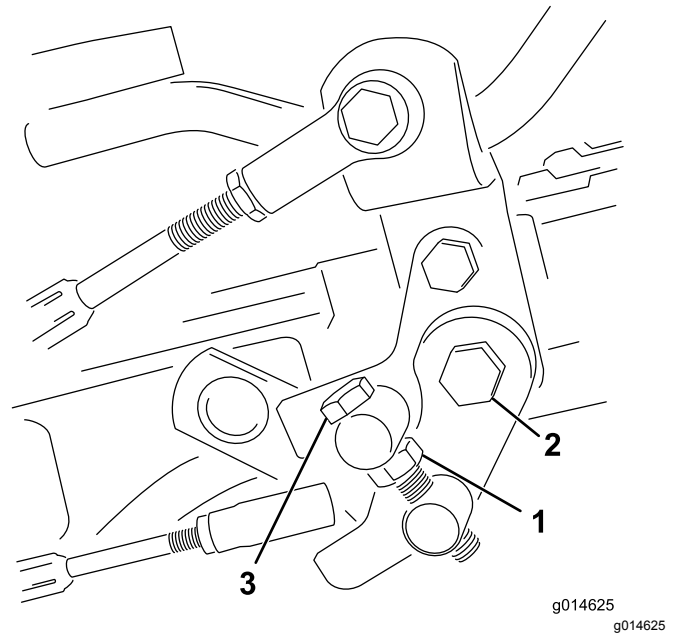

Bild 42
1. Lösen Sie die Klemmmutter an der Drehzapfenkopfschraube (Bild 42).
4. Ziehen Sie die Klemmmutter an der Drehzapfenkopfschraube und die Mutter am Pedalgelenk fest, um die Einstellung zu arretieren (Bild 42). Prüfen Sie die Einstellung und nehmen Sie ggf. eine weitere Einstellung vor.